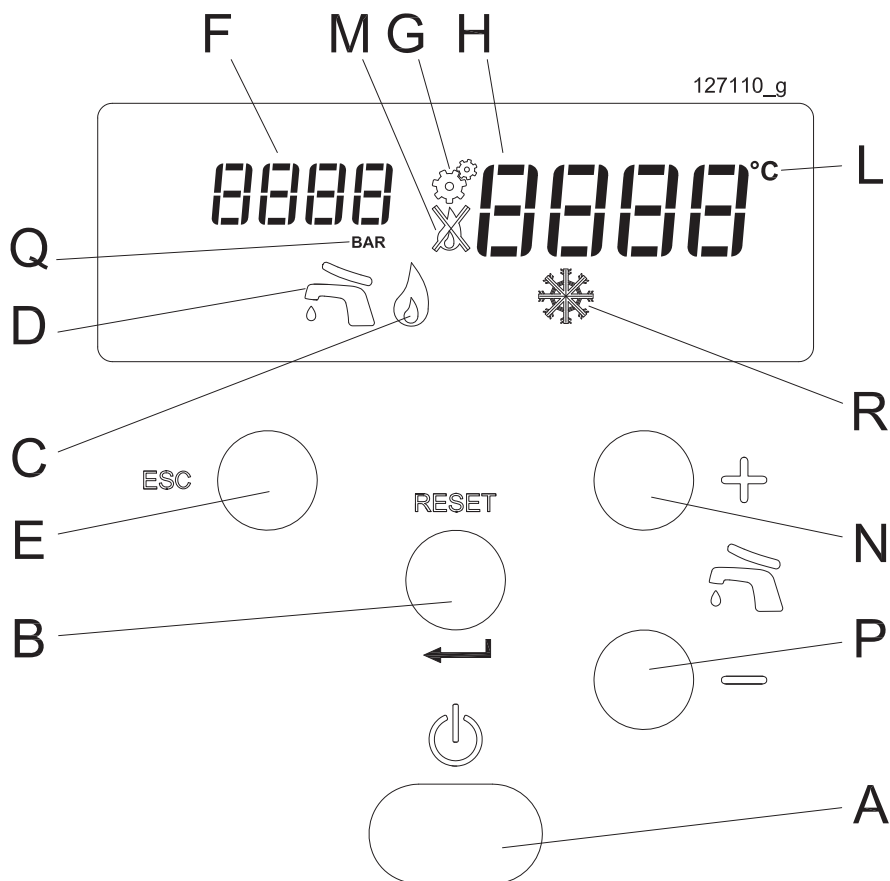

Figure 7-1 - Tableau de commandes
- 1.- Allumer l'appareil au moyen de l'interrupteur « A » de la Figure 7-1;
Légende de la Figure 7-1
Le réglage de la température de l'eau chaude sanitaire s'effectue à l'aide des touches + et -. Lorsqu'une des deux touches est appuyées, le viseur « H » de la Figure 7-1 commence à clignoter et indique la température réglée. Le champ de réglage de la température sanitaire va de 40 °C à 60 °C.
En maintenant appuyé la touche - même en-dessous de 40°C, l'inscription **OFF** s'affiche pour indiquer l'extinction du service sanitaire, signalé par l'extinction de l'icône « D » de la Figure 7-1.
Pour visualiser les paramètres disponibles en consultation pour ce profil, appuyer une fois sur la touche RESET. Le viseur « F » de la Figure 7-1 indique le paramètre 0.000.